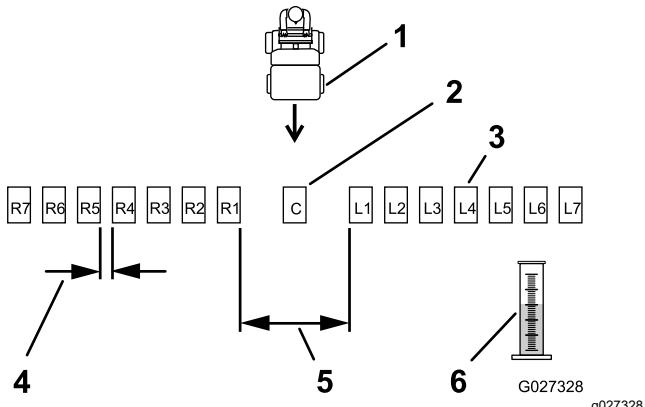
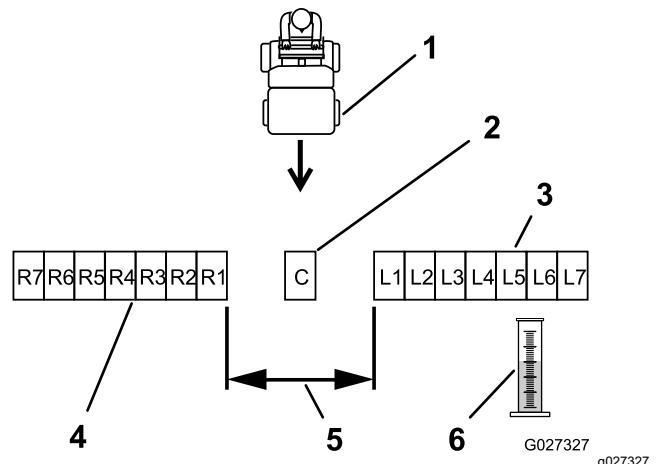

Figure 22
Figure 23
2. Placez les autres bacs en ligne droite, comme montré à la Figure 22 ou la Figure 23.
- Pour les produits granulaires de gros calibre : Placez 6 autres bacs de chaque côté en les espaçant de 30 cm (12 po) (Figure 22).
- Pour les produits granulaires de petit calibre : Placez six autres bacs côte-à-côte de chaque côté (Figure 23).
- Étiquetez chaque éprouvette de dosage en fonction du bac correspondant (par exemple L2, L1, Central, R1, R2); voir Figure 22 et Figure 23.